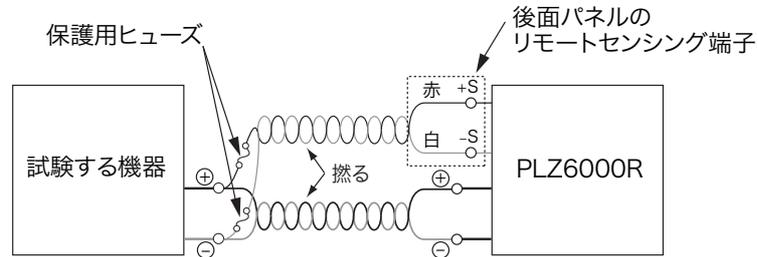

図 4-12 リモートセンシングの配線
- リモートセンシング機能を使用している場合に、負荷用電線が外れるとセンシング線が破損するおそれがあります。図 4-12 のように保護用ヒューズを接続すると、事故を防止します。ヒューズは定格電流 0.5 A、定格電圧は試験する機器の出力電圧以上のものを使用してください。